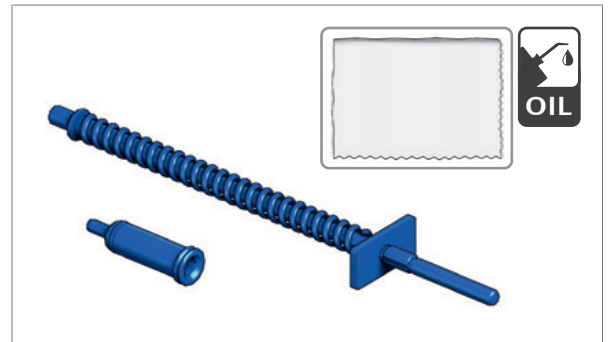

Abb. 115: Teile des Gasantriebs reinigen
1. Teile des Gasantriebs einölen (Abb. 115).
3. Teile des Gasantriebs mit Putzlappen reinigen und trocknen (Abb. 115).